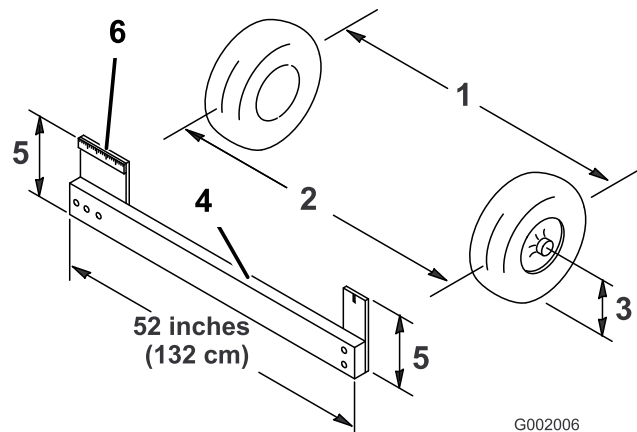

図 59
4. 前輪の前と後ろで、左右のタイヤの中央線間距離を測る；計測はアクスルの高さで行う(図 59)。前輪の後ろで、アクスルの高さで測定を行うには市販または手製のトーイン測定器が必要となる。前後の計測とも同じ道具を使用し、アクスルの高さで正しく測定すること(図 59)。